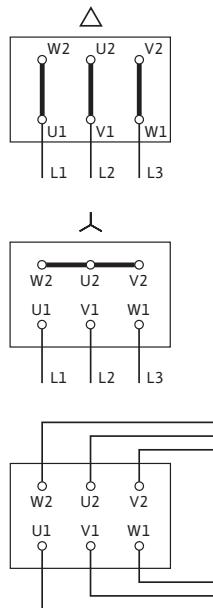

Fig. 43: Netttilkobling
Koblingsskjemaet for elektrisk tilkobling befinner seg i koblingsboksdekselet (se også Fig. 43).
- Netttilkoblingen er avhengig av motorytelsen P_2 , nettspenningen og innkoblingstypen. Den nødvendig koblingen til forbindelsesbroene i koblingsboksen finner du i påfølgende opplisting "Tab. 4: Tilordning av koblingsklemmer" på side 17 og i Fig. 43.